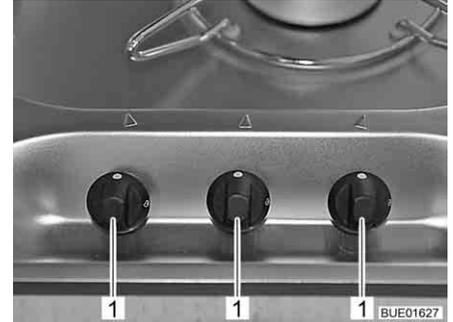

Bild 216 Bedienelemente für Gaskocher
- Drehregler (Bild 216,1) der gewünschten Brennstelle auf Zündposition (große Flamme) drehen.